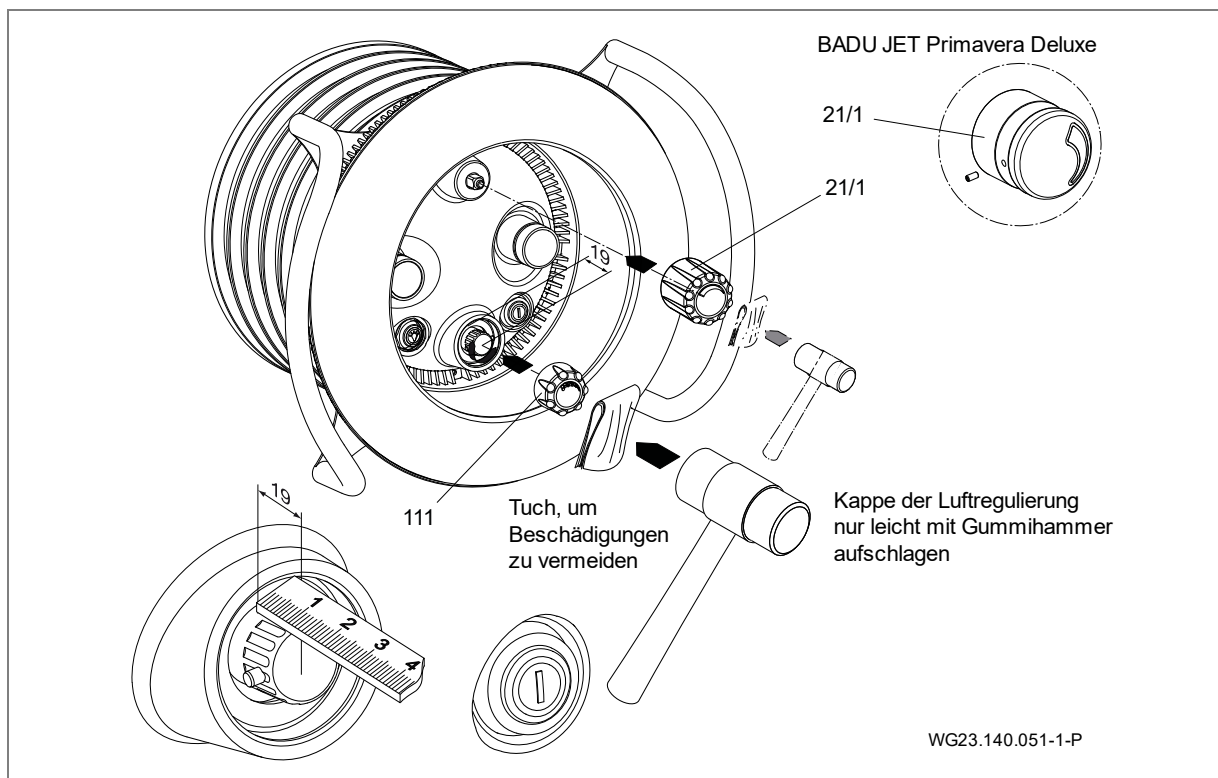

Abb. 21
12. Primavera: Kappe für Mengen- (21/1) und Luftregulierung (111) mit Hilfe eines Gummihammers und Schutztuches befestigen. (Abb. 21)
1. Kappe für Mengen- (21/1) und Luftregulierung (111) abziehen. Bei der BADU JET Primavera Deluxe muss vor dem Abziehen der Kappe die Madenschraube gelöst werden. Siehe "Abb. 21"
2. Schneidschrauben (112) lösen und Lichtabdeckung (110) abnehmen.